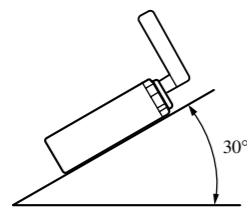

Fig. 6
- L'angle de l'installation, ne doit pas dépasser 30° par rapport à l'horizontale, faute de quoi l'unité ne fournira pas ses performances optimales. (Fig. 6)